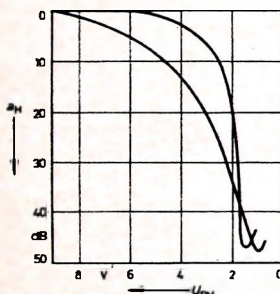

Bild 1. Vorstufenherabregelung bei 860 MHz (Kanal 68); zwei unterschiedliche Transistorexemplare
ü ist das Spannungsübersetzungsverhältnis zwischen ZF-Regelspannung und HF-Regelspannung, U_r eine Konstante, die zur Anpassung der Regelspannungspegel benötigt wird. Bezeichnet man den zum Durchlaufen des gesamten Regelvolumens der HF-Vorstufe nötigen Regelspannungshub mit $\Delta U_{RH\ tot}$ (aus Bild 1 mit 8,5 V zu entnehmen), dann läßt sich nach Gl. (3) der dazugehörige ZF-Regelspannungshub berechnen zu